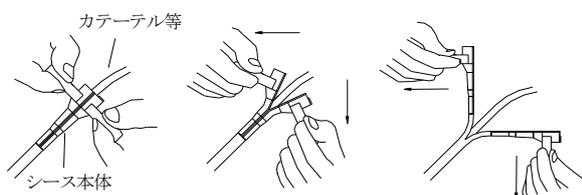

図3
- \*\*\* 12. カテーテル等は動かさず、シース本体の持ち手部分を持って、シース本体のみをいったん分割し、シースを血管から徐々に引き抜きながら、左右均等の力で慎重に裂いて取り除く（図3参照）。